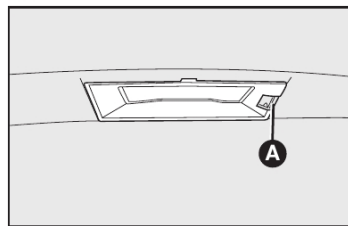

fig. 46
1) Retirar a tampa acrílica forçando-a com uma chave de fenda no ponto indicado **A-fig. 46**.